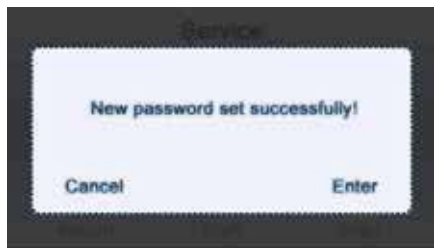

Рис. 11
- Е. Если новый пароль был введен правильно, на дисплей выводится всплывающее окно подтверждения правильности задания нового пароля («New password set successfully!») (см. Рис. 11). Нажмите клавишу «Enter» или клавишу «Cancel» для возврата в предыдущее меню.